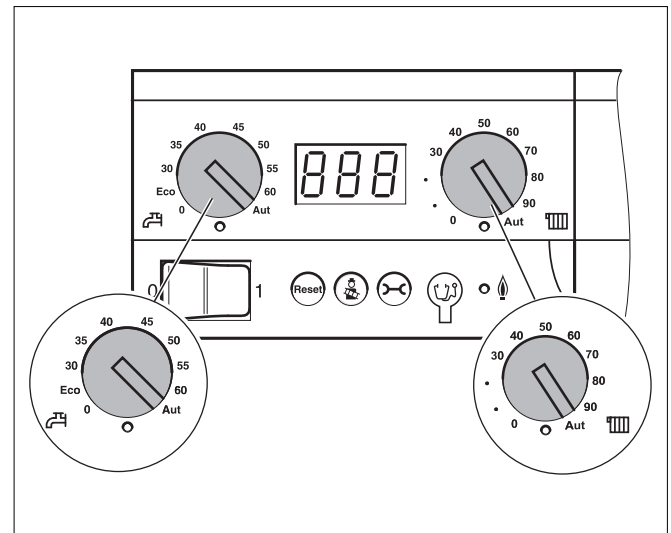

Bild 4 Basiscontroller Logamatic BC10
- Drehen Sie beide Drehknöpfe (Bild 4) am Basiscontroller Logamatic BC10 auf „Aut“ (Automatik-Betrieb). In dieser Stellung übernimmt die Bedieneinheit RC35 die Kontrolle.